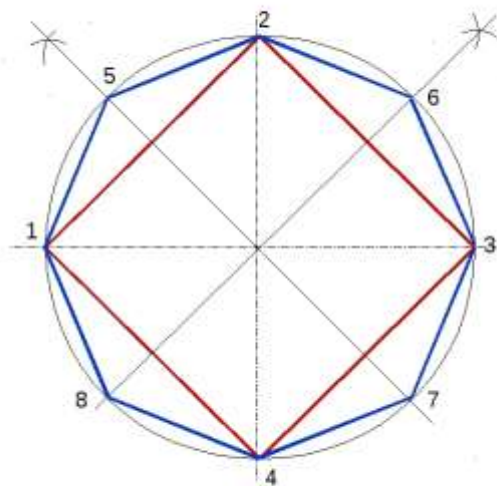

рис.1
- 2) Далее делят прямой угол на 2 равные части (точки 5, 6, 7, 8) (рисунок 1).